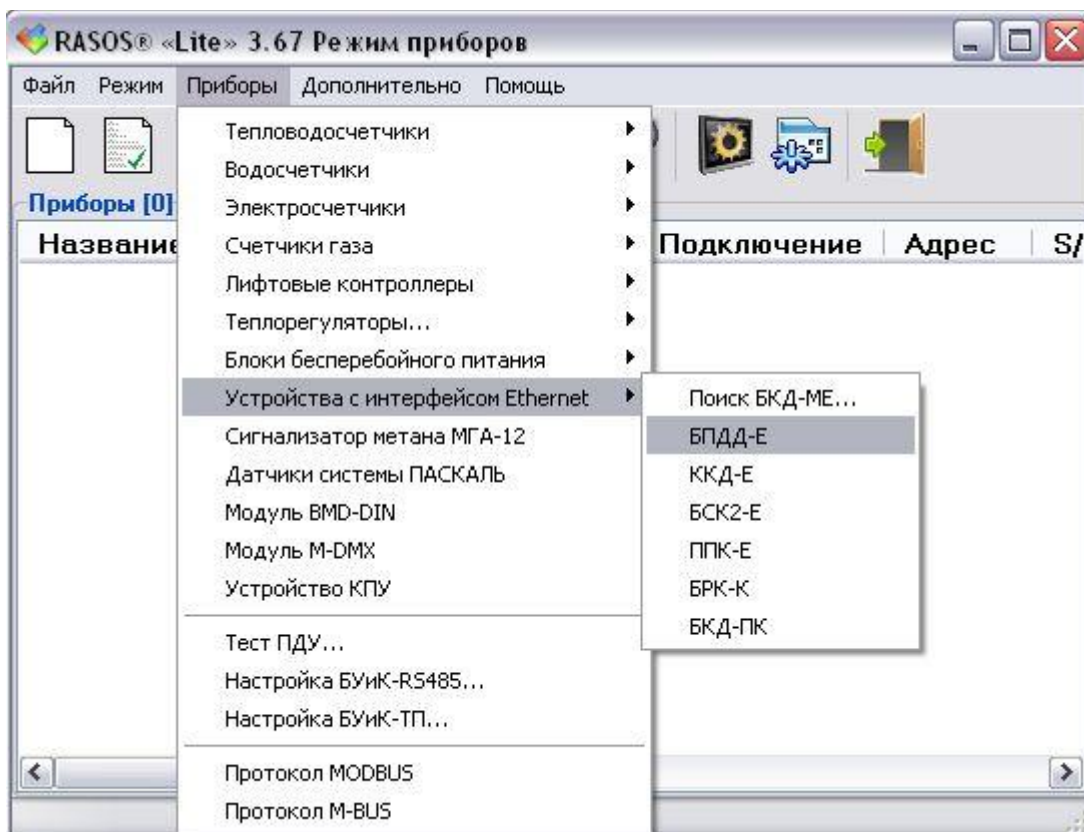

Рисунок 27 – Подключение к виртуальному БПДД-Е
14.6.1 Запустить программу RASOS и переключить программу в режим «Приборы», затем выбрать вкладку «Приборы» и «Устройство с интерфейсом Ethernet» и «БПДД-Е» (рисунок 27).